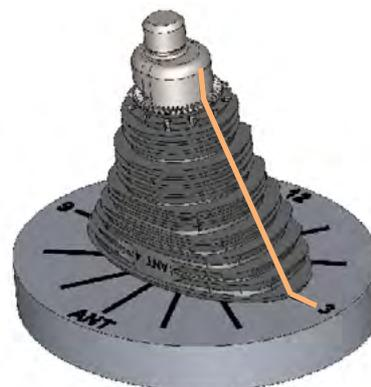

Fig. 10
- Alinee la marca de referencia grabada en la superficie del adaptador de offset de prueba con la muesca de determinación de lateralización en la primera ranura de la raspa (extensión de la línea de lateralización definida por la guía de alineamiento). La Fig.10. muestra un grado de lateralización igual al que muestra el reloj a las 3 en punto.